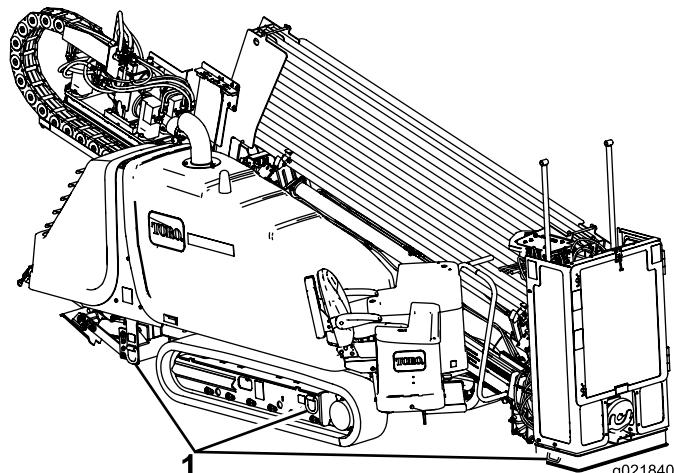

Figura 36
8. Utilice cadenas y tensores con suficiente capacidad para amarrar la máquina al remolque usando los anillos de los bastidores de las orugas y la placa de sujeción (Figura 36).